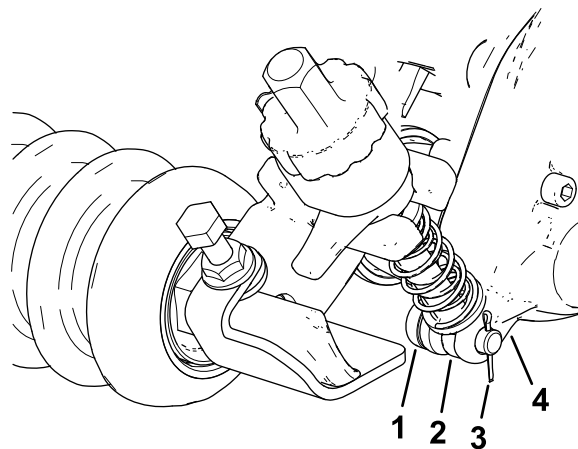

Bild 12
2. Schieben Sie die Stange des Einstellerarms der Schnitthöhenhalterung an der Seite des Groomerantriebs in den Schlitz am Groomerantrieb und befestigen Sie sie mit einem Einstellerstift und Splint, wie in Bild 12 gezeigt.